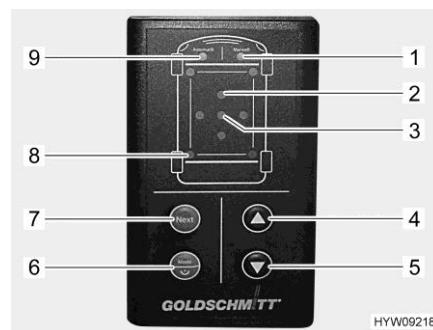

Fig. 45 Elemento di comando (piedini di stazionamento idraulici)
Quando la pendenza del veicolo è troppo elevata, il LED rosso "Inclinazione" (Fig. 45,2) lampeggia. Scegliere posizioni di sosta idonee; qualora non siano adatte, l'utilizzo dei piedini di stazionamento è a proprio rischio e pericolo.
Se a causa di un avvallamento del terreno viene raggiunta la lunghezza massima di uno dei piedini di stazionamento estratti, i LED "Funzionamento manuale" (Fig. 45,1) e "Modalità automatica" (Fig. 45,9) lampeggiano tre volte. In tal caso, chiudere i piedini di stazionamento, posizionare un supporto sotto il piedino interessato e ripetere la procedura.
- Tenere premuto per più di 1 secondo il tasto "On/Off/modalità di funzionamento" (Fig. 45,6). Dopo l'accensione, viene emesso un segnale acustico e il LED "Modalità automatica" (Fig. 45,9) si attiva.
- Premere brevemente il tasto "On/Off/modalità di funzionamento" (Fig. 45,6). La modalità di funzionamento può essere impostata su funzionamento manuale o modalità automatica. Il LED corrispondente (Fig. 451 o Fig. 45,9) si illumina.
- Premere il tasto "Apertura" (Fig. 45,5). La procedura di regolazione viene eseguita autonomamente. I LED "Piedino di stazionamento" (Fig. 45,8) lampeggiano quando i piedini di stazionamento sono in movimento.
Se il veicolo è dotato di puntelli ribaltabili: Il movimento dei piedini di stazionamento si arresta dopo che questi sono stati ribaltati per consentire di posizionare sotto un supporto. Il LED "Modalità automatica" (Fig. 45,9) lampeggia rapidamente.
- Premere di nuovo il tasto "Apertura" (Fig. 45,5). La procedura di regolazione prosegue.
- Premere il tasto "Chiusura" (Fig. 45,4). I piedini di stazionamento si ritraggono completamente. I LED "Piedino di stazionamento" (Fig. 45,8) lampeggiano quando i piedini di stazionamento sono in movimento.
- In modalità automatica, premere brevemente il tasto "On/Off/modalità di funzionamento" (Fig. 45,6). Il LED "Funzionamento manuale" (Fig. 45,1) si illumina.
- Prestare attenzione ai LED "Inclinazione" (Fig. 45,2). Se un LED è illuminato, significa che il veicolo deve essere sollevato in corrispondenza del lato indicato.
- Premere il tasto "Next" (Fig. 45,7) fino a quando viene selezionato il paio di piedini di stazionamento desiderato. I relativi LED "Piedino di stazionamento" (Fig. 45,8) si illuminano.
- Premere il tasto "Chiusura" (Fig. 45,4) o "Apertura" (Fig. 45,5) fino al raggiungimento della posizione desiderata.
- Premere di nuovo il tasto "Next" (Fig. 45,7) fino a quando viene selezionato un altro paio di piedini di stazionamento. Proseguire con la procedura fino al completo allineamento del veicolo. Il veicolo è allineato quando il LED verde "Posizione ok" (Fig. 45,3) si illumina.
- Premere contemporaneamente i tasti "On/Off/modalità di funzionamento" (Fig. 45,6), "Apertura" (Fig. 45,5) e "Chiusura" (Fig. 45,4) e tenerli premuti per 3 secondi.
- Dopo la conferma acustica e l'illuminazione del LED "Posizione ok" (Fig. 45,3), rilasciare i tasti. La posizione viene salvata come Posizione ok.